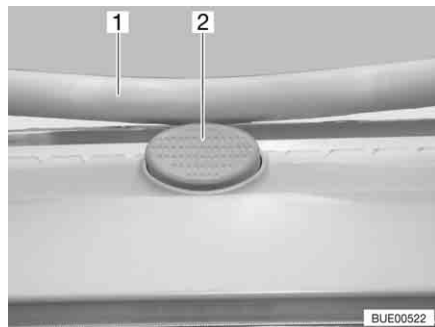

Bild 87 Låsknapp på Heki-takluckan
- Tryck på låsknappen (Bild 87,2) och dra ner bygel (Bild 87,1) med båda händerna.
- Tryck bygel uppåt med båda händerna tills bygel ligger ovanför låsknappen (Bild 87,2).
- Tryck på låsknappen (Bild 87,2) och dra ner bygeln (Bild 87,1) med båda händerna.